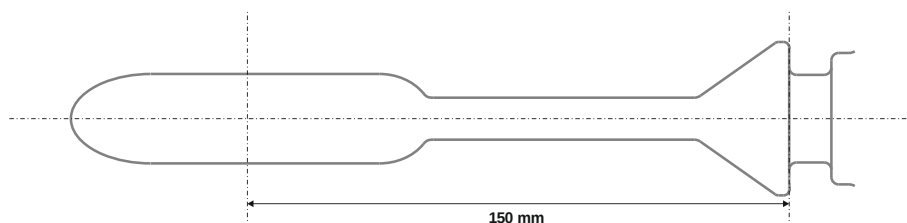

Figura 12: Distanța dintre centrul extremității în formă de picătură spre capătul inelului conului pentru fixarea preservativului.
- Centrul extremității în formă de picătură se află la o distanță de 150 mm față de capătul inelului conului pentru fixarea preservativului (vezi Figura 12).